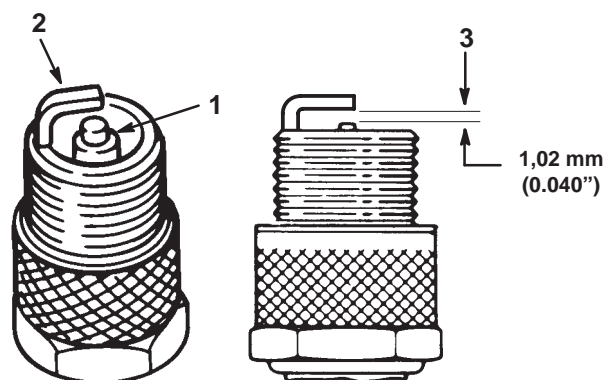

Figure 24
1. Inspecter le centre des bougies (Fig. 24). Si le bec de l'isolateur est recouvert d'un léger dépôt gris-brun, le moteur fonctionne correctement. S'il est couvert d'un dépôt noir, c'est généralement signe que le filtre à air est encrassé.
2. Contrôler l'écartement entre l'électrode centrale et l'électrode latérale (Fig. 24). Courber l'électrode latérale (Fig. 24) si l'écartement est incorrect.